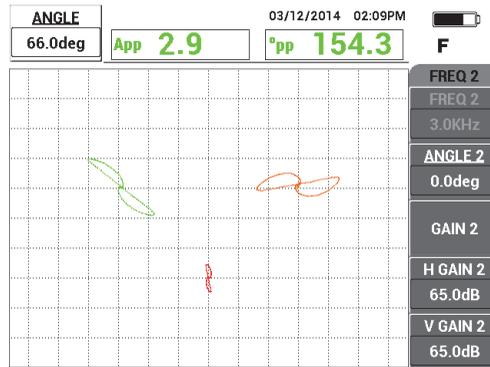

Figura 5-138 Regolazione della fase del segnale della frequenza 1
3. Premere il tasto ANGLE () ed in seguito ruotare il segnale della frequenza 1 (verde) fino a quando il segnale del foro raggiunge una fase di circa 40° (vedere Figura 5-138 a pagina 238).